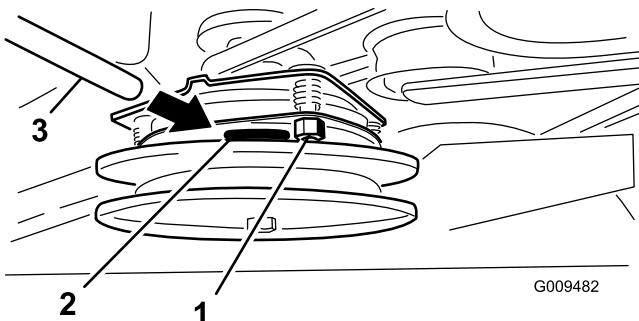

図 53
2. 調整が必要な場合には、3箇所それぞれについて 0.381 mm に調整する。すき間ゲージがかかるくはさまれるがまだ楽に動かせる程度までロックナットを締め付ける（図 53）。